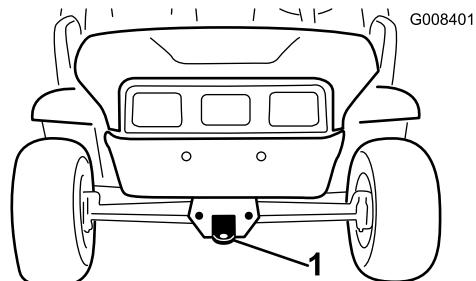
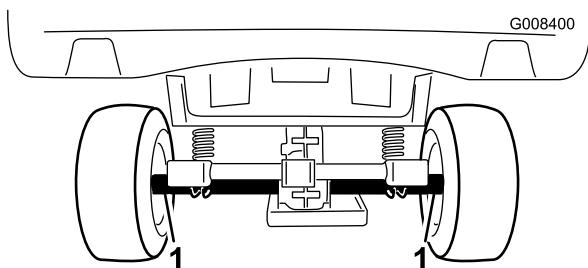

図20
図21
長距離を搬送する場合にはトレーラを使用してください。必ず確実に固定して輸送してください。ロープ掛けのポイントについては図20と図21を参照してください。
2. 機体前部にある牽引トングにロープなどの牽引索を取り付ける 図20。